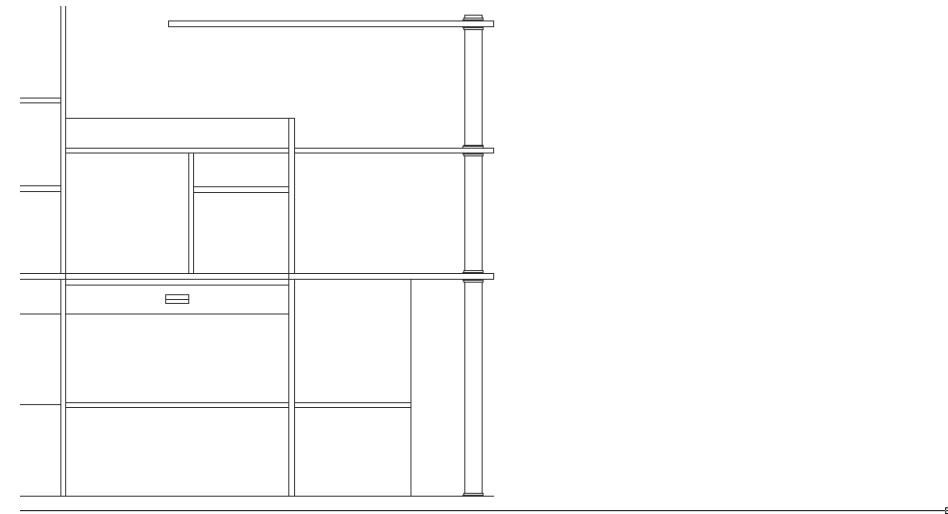

Рис. 8.32 ▼ Чертеж основной опоры на главном виде сформирован
32. Сместите центральную ось основной опоры влево и вправо на 30 мм, а затем удалите ее, а полученные вертикальные линии контура оси обрежьте по контурам монтажных колец так, чтобы удалить лишние сегменты. Для обрезки сверху части основной опоры, выступающей над верхним монтажным кольцом, сместите вверх на 20 мм верхнюю горизонтальную линию контура верхней полки (рис. 8.32). Восстановите исходный масштаб просмотра, заморозьте слои **Высота 1090** и **Высота 720** и разморозьте слой **Вид сверху**.